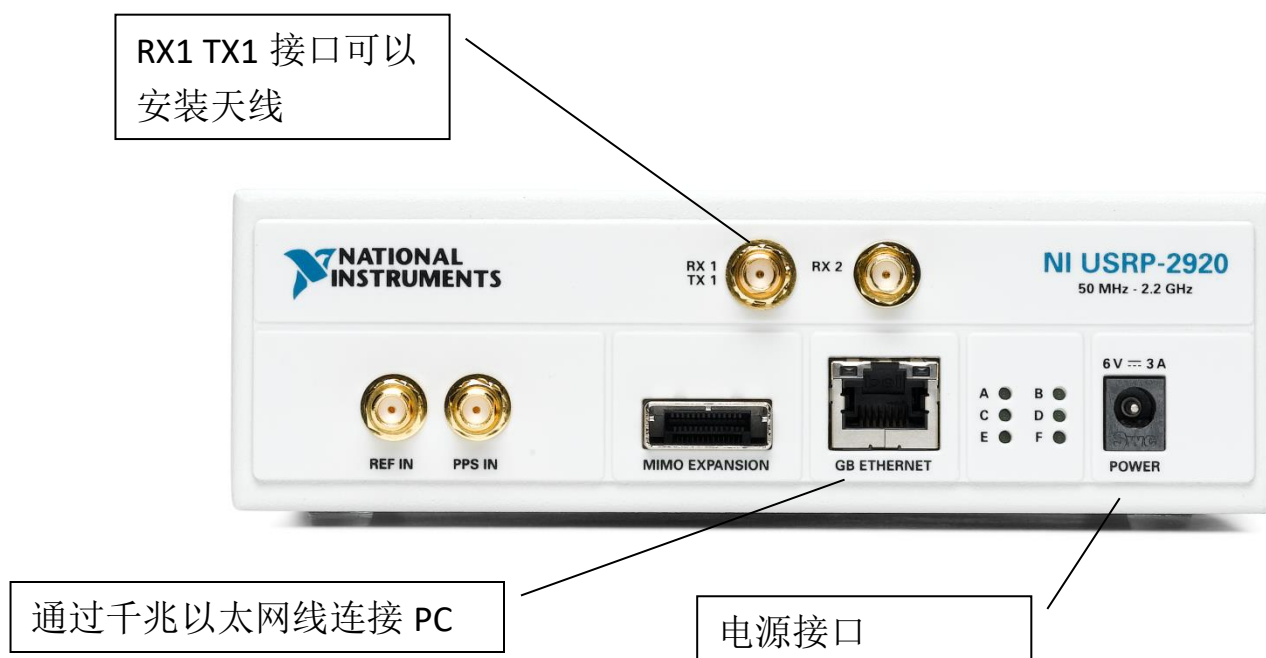

图 1. NI USRP 硬件前面板
2. 如图 1 所示在 NI USRP-292x 前面插上天线。